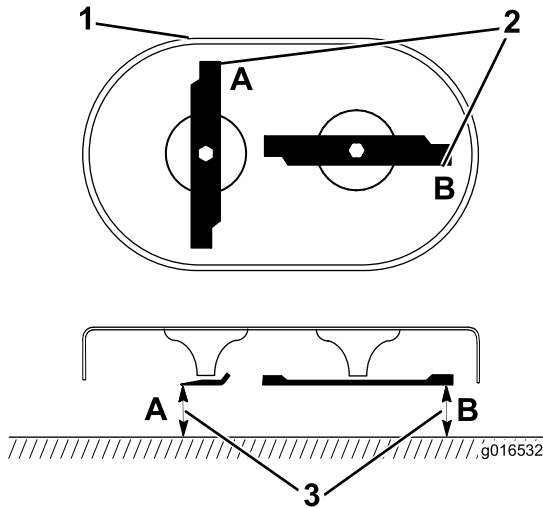

Figura 40
1. Rode as lâminas para a posição que se mostra na Figura 40.
2. Meça a partir de uma superfície nivelada até às extremidades de corte nos locais **A** e **B**, (Figura 40) e anote ambas as dimensões.
3. Rode as lâminas de forma a que as extremidades opostas se encontrem nos locais **A** e **B** (Figura 40).